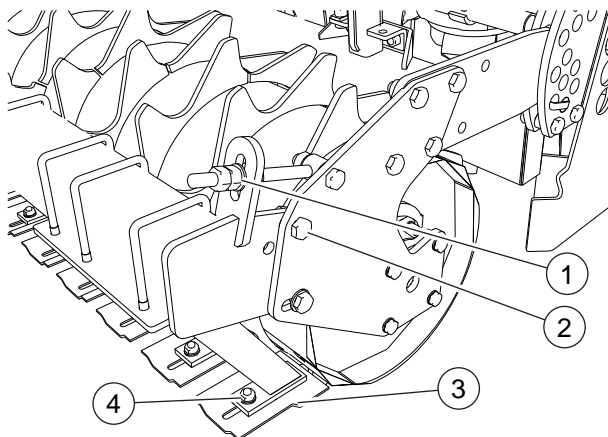

FIG. 34
- Die Schraubenmutter lockern (2, "Fig. 34").
- Die Schraubenmutter (1) lockern bis zum Annähern des Schabers an der Walze, soweit gewünscht.